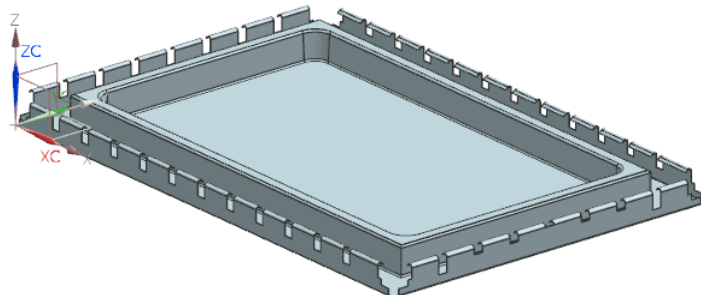

图 2-79 创建重新折弯特征
(3) 在“重新折弯”对话框中，单击 按钮，创建重新折弯特征，如图 2-79 所示。